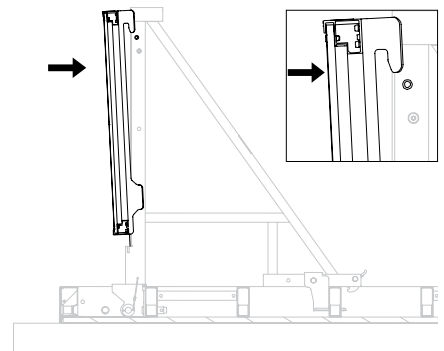

Fig. A4.06
4. Presser le platelage MXK vers la console MXK. (Fig. A4.06)